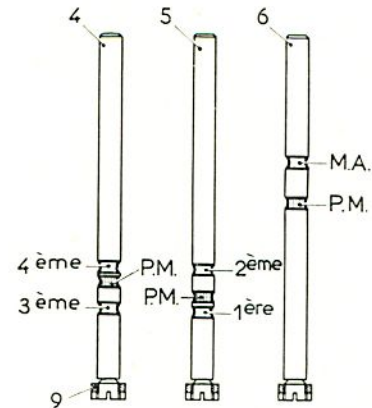

Figure BV 51.
visser ou dévisser l'axe suivant le cas, en s'aidant d'une petite pince. Pendant ce réglage, exercer une légère pression sur la fourchette afin d'amener en contact l'écrou (9) de l'axe sur le carter (fig. BV 51).